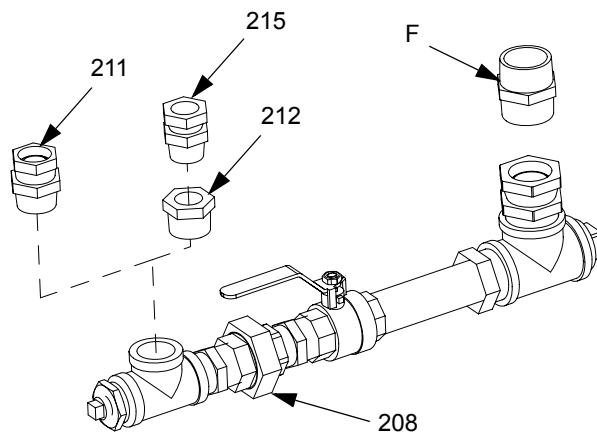

Рис. 7: Подключить узел выпуска жидкости к нижней части
4. Ослабьте штуцер (208).
5. Подключить фитинг с накидной гайкой (211 или 215) к всасывающему клапану насоса. См. стр. Рис. 7.
6. Нанесите трубный герметик на резьбу ниппелей (201) и установите на нижнюю часть бункера (D).
9. Затяните штуцер (208) и убедитесь, что узел выпуска жидкости отрегулирован. См. Рис. 7 на стр. 10.